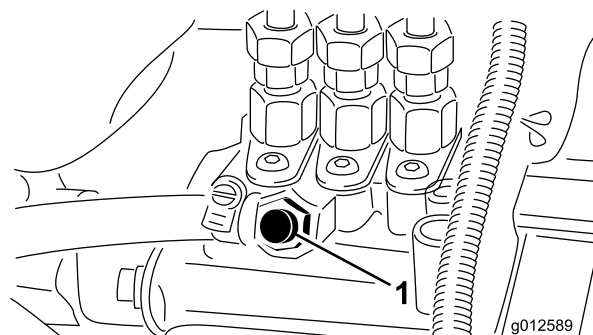

Figure 31
4. Desserrez la vis de purge d'air sur la pompe d'injection (Figure 31).